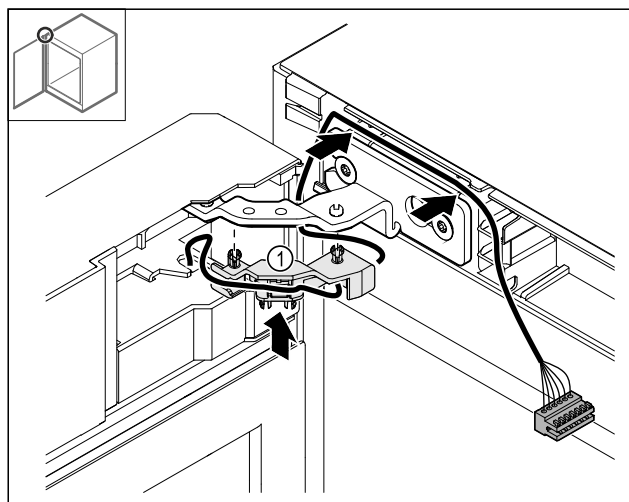

Fig. 48
- Premere il supporto del cavo Fig. 48 (1) nella cerniera.